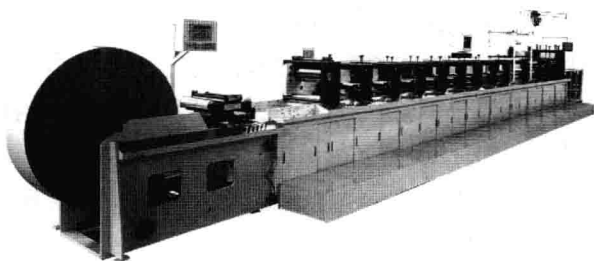

图 1-7 机组式柔印机
⑥柔印机的轻压印刷特点使承印材料应用范围广， $28 \sim 600\text{g/m}^2$ 纸张均能承印，如纸类、不干胶、纸箱、塑料薄膜、合成纸、复合型合成纸等。
⑦柔性版材无须特殊处理，耐印力很高。
⑧制版成本远低于凹版，但略高于平印 PS 版。
⑨制版时间短于凹版，长于平印 PS 版，一般只要做好印前的数据资料，5h 以内便可制作完成。
⑩柔印机印速高，可与卷筒纸轮转胶印机接近，印刷色组可多至 16 色。
⑪机组式柔印机（见图 1-7）可任意配制平版机组、凹版机组、丝网版机组以及印后联机加工设备，如上光、热烫印、冷烫印、压凸、模切、排废等，大大缩短印后加工流程的时间，便于小批量、多工序印件的生产。废品率低，经济效益高。